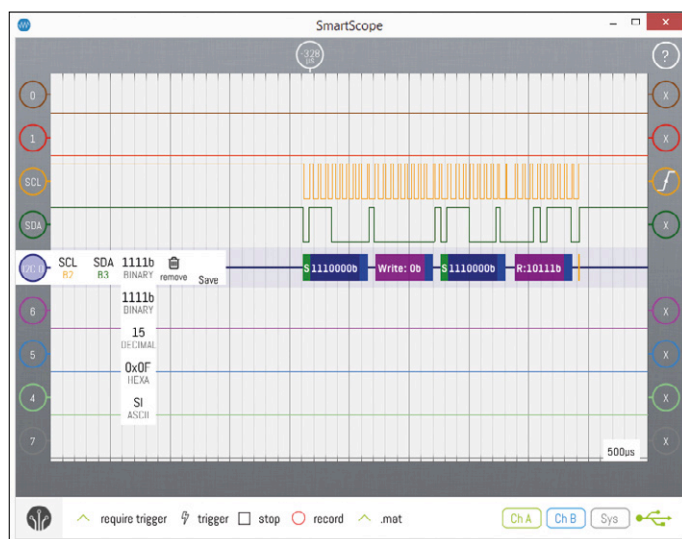

Figure 1. Mise en œuvre d'un décodeur de protocole.
- **Configurez le déclenchement** : une fois le circuit à observer raccordé, apparaîtront probablement des signaux qui passent de façon aléatoire. Définissez les conditions de déclenchement pour demander au *SmartScope* d'attendre une combinaison donnée de signaux qui déclenche la capture et l'affichage. Pour cela, modifiez les symboles de l'indicateur de déclenchement à droite de chacun des signaux. La **figure 1** montre par ex. que le *SmartScope* attend un front montant sur D2.
Parfois vous souhaitez connaître les valeurs décodées sous forme décimale simple tandis que d'autres fois vous aurez besoin de la notation hexadécimale. Vous pouvez le spécifier en cliquant sur le pictogramme de décodeur, et en cliquant sur le sous-menu *radix* (base) puis en sélectionnant le type de sortie souhaitée (fig. 1). De cette manière, vous pouvez par ex. traduire directement une communication UART en ASCII.